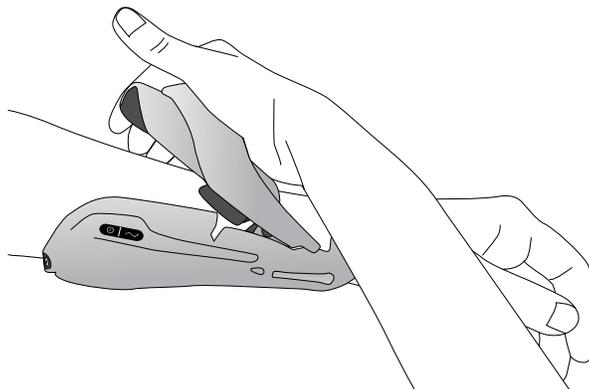

Abbildung 6-7: Schließen des Streckerflügels
5. Schließen Sie den Streckerflügel, sobald die Orthese ordnungsgemäß positioniert wurde. Legen Sie Ihre Hand auf die Oberseite des Flügelarms, und greifen Sie mit den Fingern unter den Streckerflügel der Orthese. Ziehen Sie den Streckerflügel nach oben, und drücken Sie gleichzeitig den Flügelarm nach unten. Drücken Sie so lange, bis kein Klickgeräusch mehr zu hören ist. Siehe Abbildung 6-7.